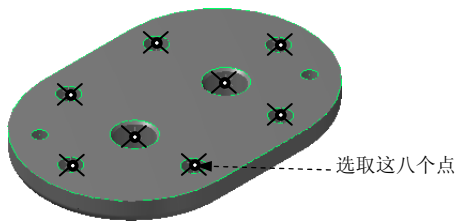

图 16.12 选取钻孔的点
Step1. 选择下拉菜单**I 刀具路径** **→** **I 钻孔** 命令，系统弹出“选取钻孔的点”对话框，选取图 16.12 所示的八个圆的中心点为钻孔点。